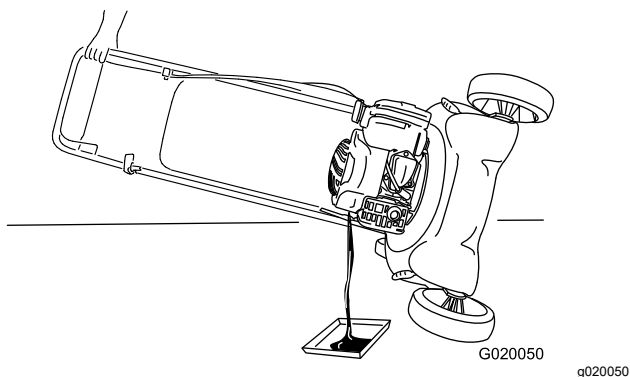

Figura 21
4. Inclinate la macchina sul fianco (di modo che il filtro dell'aria si trovi in alto) per scaricare l'olio usato attraverso il tubo di riempimento (Figura 21).